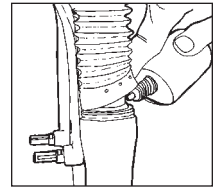

Fig. 5
1. Lösen Sie die Gabel-Boots (Gummibälge) von den unteren Rohren. Wischen Sie dann die Außenflächen, den Bereich der Resi-Wiper Dichtung und das obere Rohr ab. Geben Sie 2 bis 3 Tropfen Öl mit Teflonzusatz im Bereich der Resi-Wiper auf die oberen Rohre. (S. Abb. 5.)